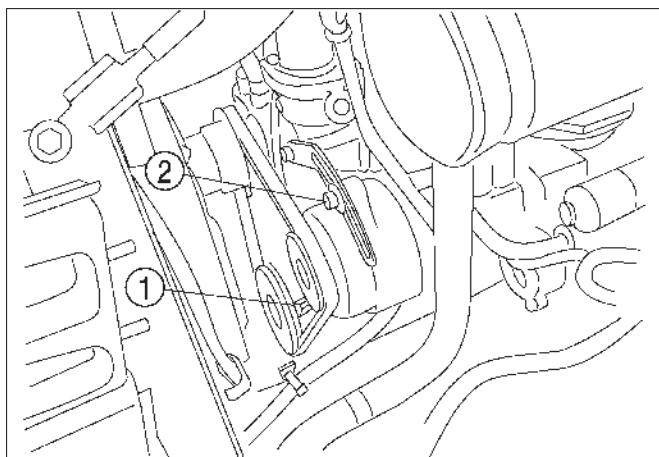

Fig. 84
FIG. 84: Pour régler la tension de la courroie, desserrez le boulon pivot de l'alternateur et l'écrou (1) et le boulon de la patte de tension (2). Tirez sur le haut de l'alternateur pour tendre correctement la courroie et serrez d'abord le boulon (2) et puis le boulon pivot (1).